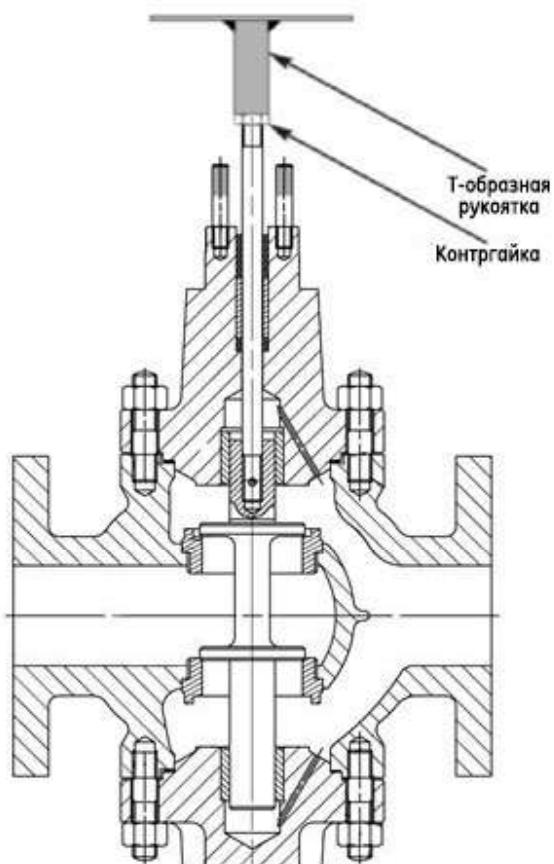

Рисунок 3. Устройство для притирки седел
7. Вставьте два или три элемента сальника (16) в сальниковую коробку для облегчения ведения штока и плунжера во время притирки.
8. Накрутите просверленную штангу с резьбой и Т-образной рукояткой на шток плунжера и зафиксируйте ее с помощью контргаек (см. рисунок 3).